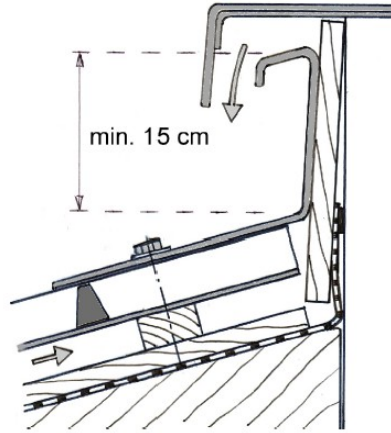

Fig. 2
2. Ventilationsspaltens inlopp måste på taknocken finnas ovanför taktäckningens yta så att höjden på inloppets skyddskåpor inte är mindre än 15 cm (fig. 2).